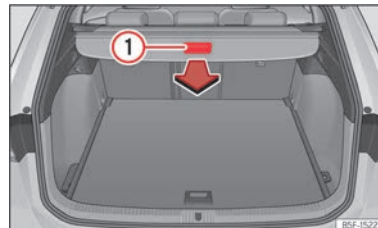

Abb. 191 Im Gepäckraum: Abdeckung ausziehen.
- Ziehen Sie gleichmäßig die Abdeckung am Haltegriff »» (Abb. 191) ① heraus, bis diese hörbar einrastet.